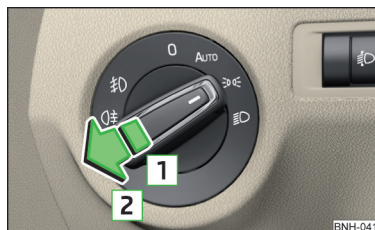

Fig. 47
- Rotiți comutatorul de lumini în poziția **AUTO**, ☾ sau ☾ » fig. 47.
- Rotiți comutatorul de lumini în poziția , respectiv **AUTO** sau  » **fig. 47 la pagina 62.**